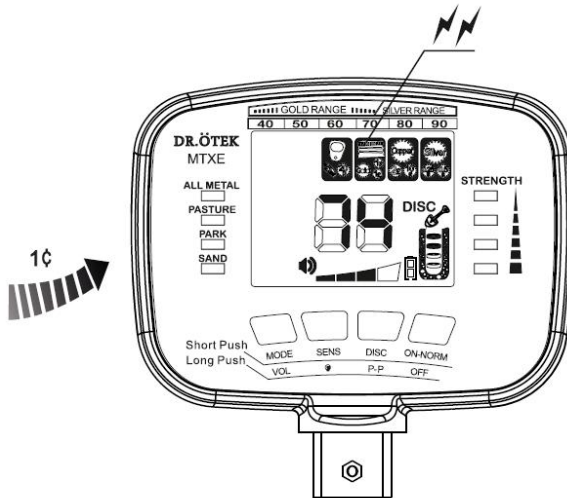

Abb. 15
- e) Bei anderen Metallen gibt das Gerät einen hohen Ton von sich, die entsprechende Zielanzeige blinkt auf und die digitale Anzeige zeigt die entsprechende Nummer an (siehe Abb. 15, mit Zinkmünze als Beispiel).